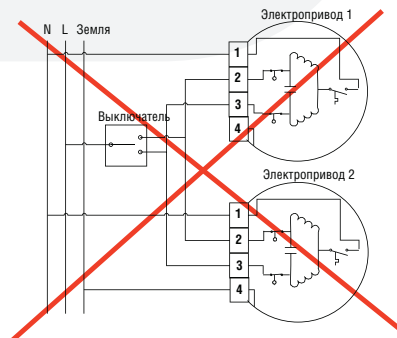

Рис. 4. Недопустимое параллельное подключение.
**ПРЕДУПРЕЖДЕНИЕ:** не допускается параллельное подключение 2 и более приводов от одного общего выключателя (Рис. 4).